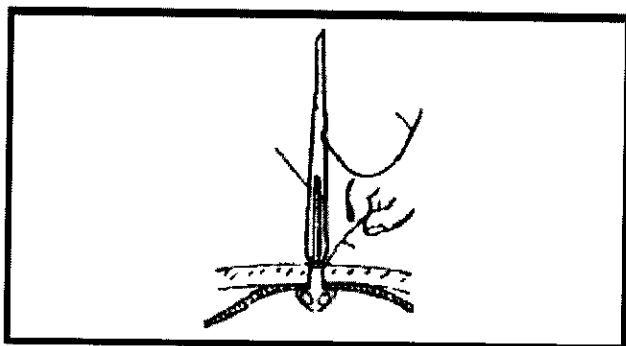

Figura 5
- Sujete el extremo suelto de la cinta adhesiva (material de sutura negro situado en el extremo distal de la raya roja) y tire hacia arriba la raya roja (en sentido contrario al paciente) (Figura 5).